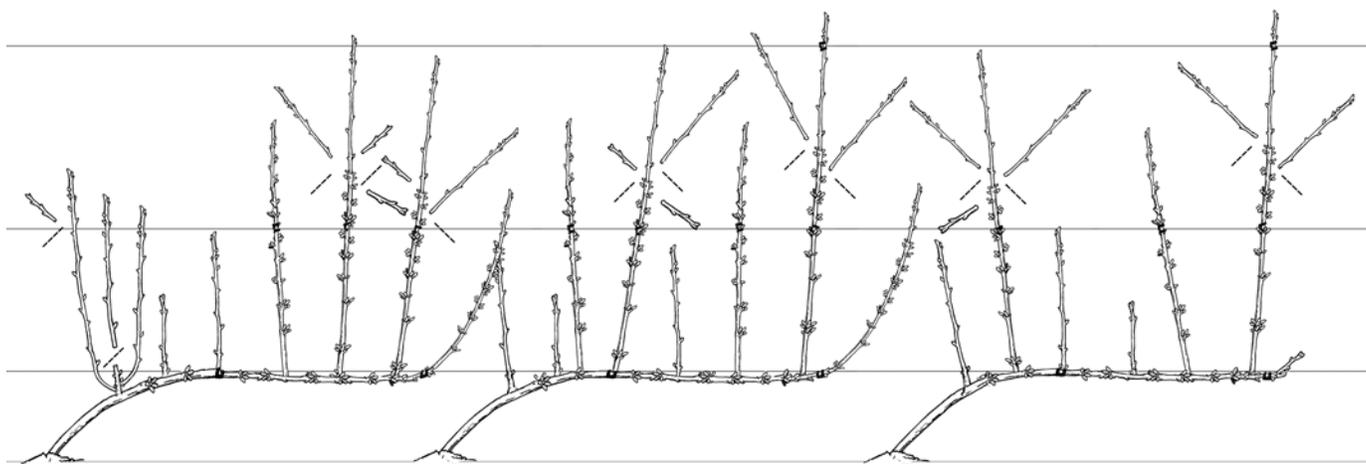

Figura 68
- En las variedades muy productivas, use cortes de aclareo para quitar todos los brotes laterales que se han formado en los ejes verticales (Figura 68). En las variedades de productividad media, recorte todos los brotes laterales que salen de los ejes verticales, dejando entre tres y siete yemas a la base de los brotes laterales para la producción de fruto. NOTA: También se puede quitar los brotes laterales mediante el esquileo, entre aproximadamente cuatro y seis semanas después de la cosecha.